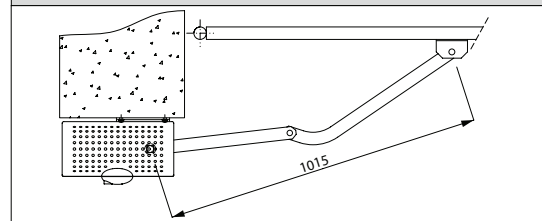
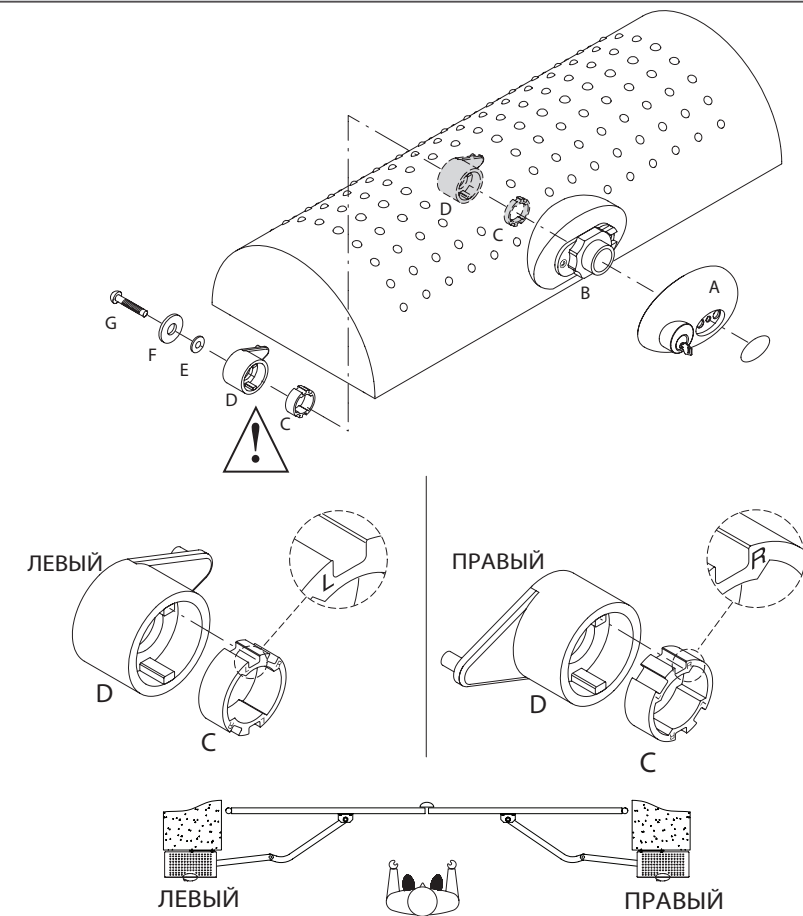

Рис. 9
Рис. 9b
Расположите ручку разблокировки «А», как показано на рис.9., на детали «В», предварительно смонтированной на крышке привода. Введите адаптер «С» в деталь «Д» с разблокировочным зубом. **ВНИМАНИЕ:** в зависимости от левого или правого расположения двигателя, вставляйте адаптер «С» и располагайте деталь «Д» как показано на рис.9.
**ВНИМАНИЕ:** Зубец разблокировки детали «D» должен входить в ручку разблокировки, как показано на рис.9b. В противном случае будет невозможно разблокировать привод.
(рис.9b) и закройте крышку как показано на рис.9с.
Рис. 9с